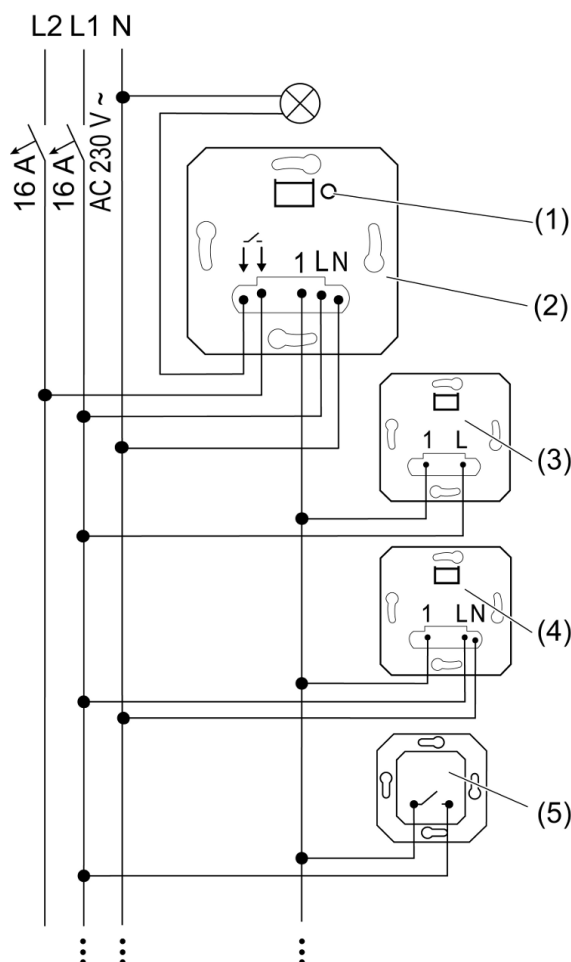
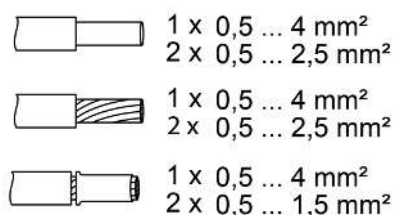

Figura 1: Schema di collegamento con regolatori esterni opzionali
Figura 2: Sezione cavo collegabile
- Collegare l'inserto di commutazione (2) secondo lo schema di collegamento (Vedi figura 1). Osservare le sezioni del cavo collegabili (Vedi figura 2).
- Collegare il regolatore esterno a 2 fili (3), il regolatore esterno a 3 fili (4) e il tasto con contatto di chiusura (5), opzionale.
- i** Tramite breve azionamento del tasto **TEST** (1), il carico può essere attivato.